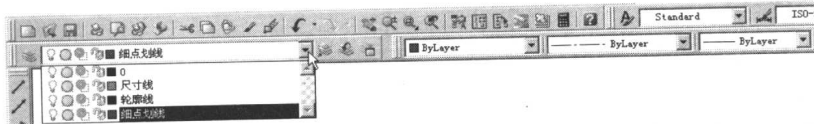

图 2-12
⑯ 将“轮廓线”图层设置为当前图层。单击【图层管理器】列表框右侧的  按钮，将其下拉列表打开，如图 2-12 所示，从中选择【轮廓线】选项即可。